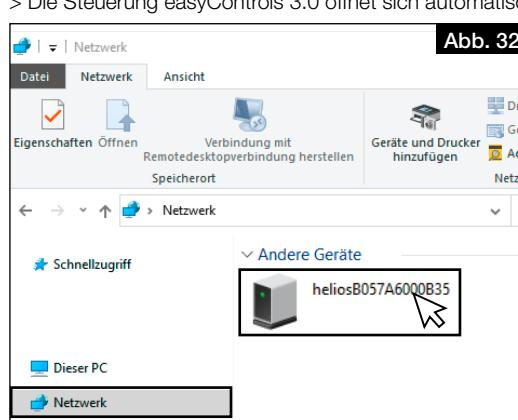

Abb. 32
2. Arbeitsplatz öffnen und auf Netzwerk klicken, vgl. Abb. 32.
① **Die Netzwerkerkennung muss eingeschaltet sein!**
3. Doppelklick auf das entsprechende Gerät, vgl. Abb. 32.